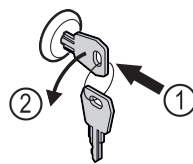

Fig. 201
- ▶ Introduceți cheia prin apăsare. Fig. 201 (1)
- ▶ Rotiți cheia cu 90° în sens invers acelor de ceasornic. Fig. 201 (2)